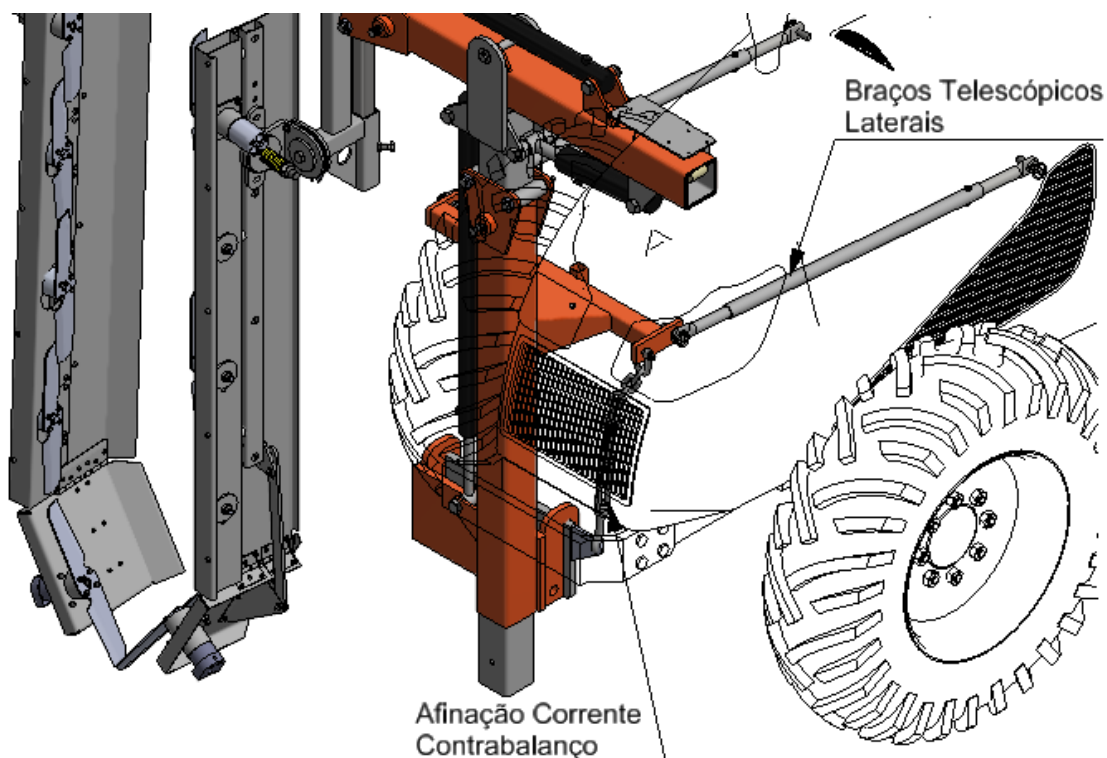

Figura 6.8 – Montagem braços telescópicos e corrente de contrabalanço
11. De forma a assegurar a total estabilidade do equipamento e do trator agrícola durante os trabalhos na vinha, é necessário montar e afinar os braços telescópicos laterais (escoras) que acompanham a máquina (*Figura 6.8*). Estes elementos devem ser fixados ao chassis do trator agrícola na posição preferencialmente horizontal. O modo de fixação deve ser ajustado às características de cada trator.